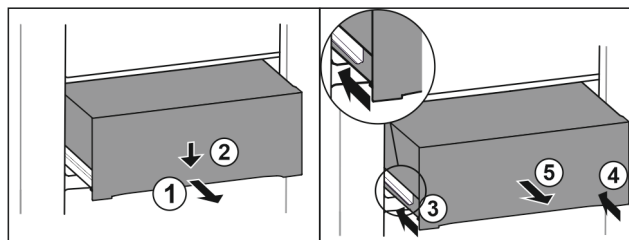

Fig. 114
- ▶ Вытяните выдвижной ящик наполовину. Fig. 114 (1)
- ▶ Вдавите выдвижной ящик в передней части вниз. Fig. 114 (2)
- ▶ Задвиньте левую направляющую прим. на 2 см. Fig. 114 (3)
- ▶ Задвиньте правую направляющую прим. на 2 см. Fig. 114 (4)
- ▶ Извлеките выдвижной ящик движением вперед. Fig. 114 (5)